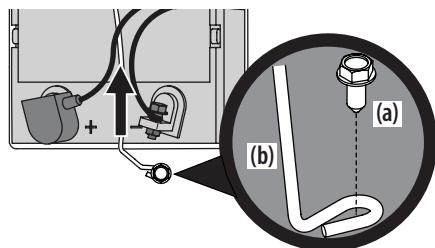

Figura 14
- Extraiga el tornillo de cabeza hexagonal con arandela (a) que sujetla la barra de sujeción de la batería al marco (b). Luego levante la barra de sujeción (b) de la batería para liberar la batería. Consulte la Figura 14.